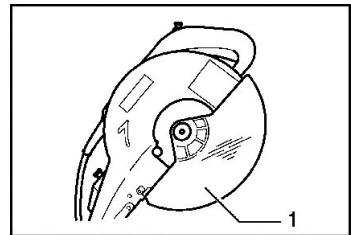

Рис. 4
- При опускании пилы, защита пильного диска (1) поднимается автоматически, когда пиление будет окончено, возвратная пружина вернет защитный кожух в исходное положение (рисунок 4).